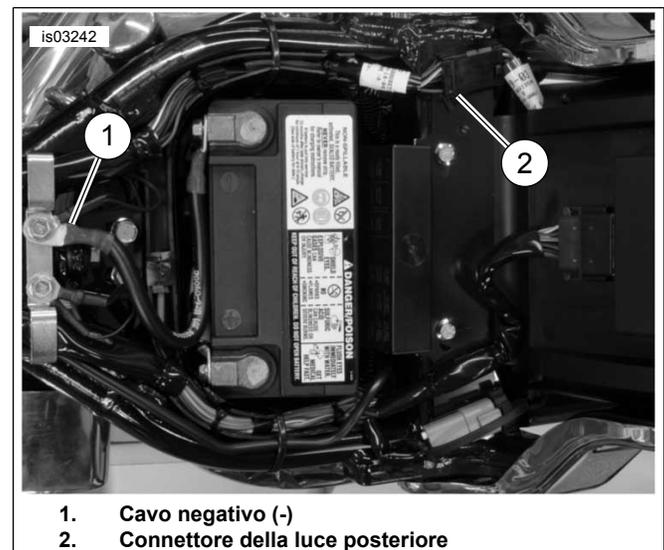

Figura 1. Cavo negativo della batteria e connettore della luce posteriore
2. Vedere Figura 1. Staccare i cavi della batteria, prima il cavo negativo (-).